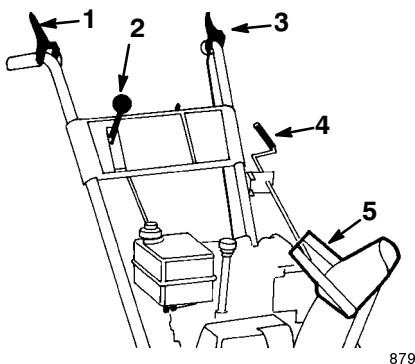

Bild 17
- **Betätigungshebel für Schnecken-/Gebläseantrieb** (Bild 17)—Drücken Sie, um Schnecke und Gebläse zu aktivieren, den Hebel gegen den rechten Handgriff. Lassen Sie den Hebel zum Deaktivieren los.
- **Schalthebel** (Bild 17)—Dieser Hebel hat fünf Stellungen: zwei Rückwärts- und drei Vorwärtsgänge. Stellen Sie, um die Gänge zu wechseln, den Hebel in die gewünschte Position. Der Hebel rastet in jedem Gang in einer Kerbe ein. Bei schwerer Belastung kann der Schalthebel schwergängig sein.
- **Fahrantriebshebel** (Bild 17)—Drücken Sie zur Betätigung des Antriebs (Fahrtrieb) den Hebel gegen den linken Griff. Lassen Sie den Hebel zum Auskuppeln los.
- **Kurbel zum Verstellen der Position des Auswurfkanals** (Bild 17)—Drehen Sie die Kurbel im Uhrzeigersinn, um den Auswurfkanal nach links zu bewegen und entgegen dem Uhrzeigersinn, um den Kanal nach rechts zu drehen.
- **Griff für Auswurfkanal-Ablenkblech** (Bild 17)—Bewegen Sie den Griff nach vorne, um den Schneestrom nach unten zu richten und nach hinten, um den Strom nach oben zu richten.
2. Stellen Sie sicher, dass der Betätigungshebel der/des Schnecke/Gebläserads sowie der des Fahrtriebs auf *Ausgeschaltet* steht (Bild 17).
10. Legen Sie den 1. Gang ein (Bild 17), drücken den Fahrtriebshebel bis zum Handgriff und lassen ihn dann los. Wenn sich die Schneefräse vor dem Einschalten des Fahrtriebshebels oder nach dem Loslassen bewegt, siehe *Einstellen des Fahrtriebs*, Seite 22.
4. Lassen Sie den Fahrtriebshebel und Betätigungshebel für Schnecke/Gebläserad los (Bild 17).